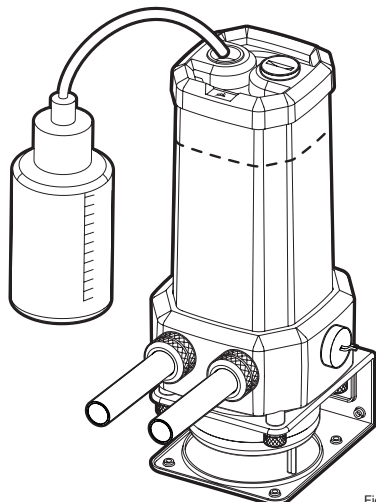

Figure 2
3. Füllen Sie den Reservoir durch die Öffnung oben links G1/4" mit CORSAIR XL5 Kühlmittel mit einer Füllflasche bis etwa 2 cm (4/5") unter der Spitze (Abbildung 2).